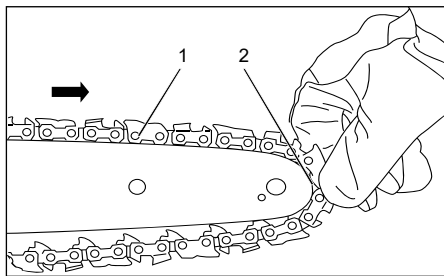

Рис. 5
3. Уложите пильную цепь 1 в паз 2, расположенный по периметру шины (рис. 5).